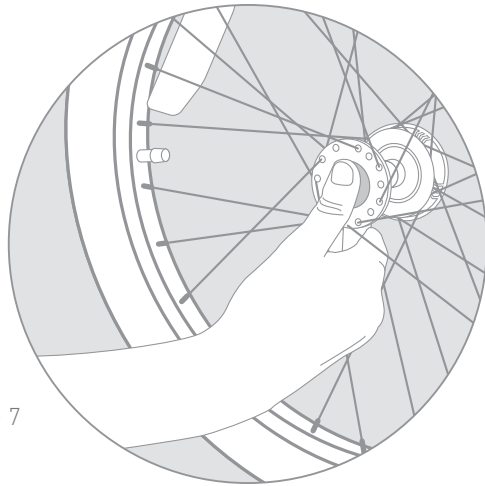

Figure 7
1. Push in the rubber button on the outside of the wheel hub (Figure 7).
1. Appuyez sur le bouton en caoutchouc situé à l'extérieur du moyeu de roue (Figure 7).
1. Den Gummiknopf an der Außenseite der Radnabe drücken (Abbildung 7).